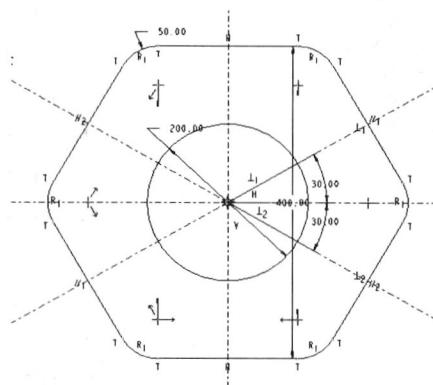

图 1-20 添加对称约束并修改尺寸后的图形
**Step3** 修改圆弧半径尺寸为 50，六边形高度为 400，如图 1-20 所示。